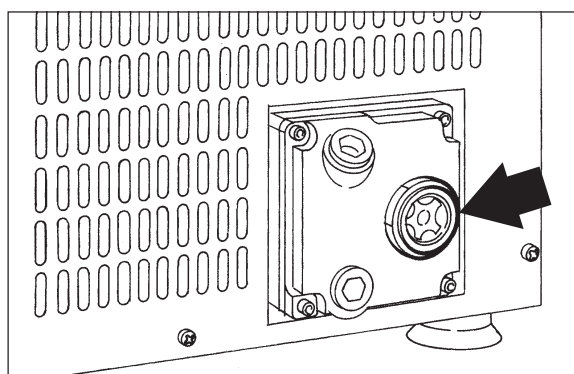

Fig. 1
- c) Contrôler le niveau de l'huile de pompe indiqué sur le voyant de la pompe (Fig. 1).